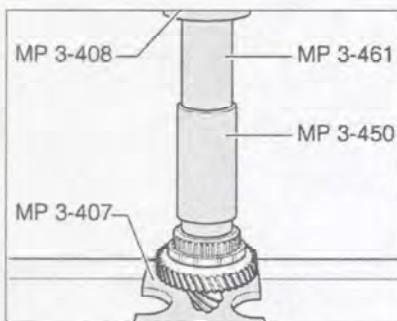

Рис. 7.111. Установка ступицы синхронизатора 1-й/2-й передач.
27. Напрессуйте ступицу синхронизатора 1-й/2-й передач на вал с помощью специального инструмента (рис. 7.111). Более высокий буртик ступицы должен быть обращен в сторону шестерни 2-й передачи.